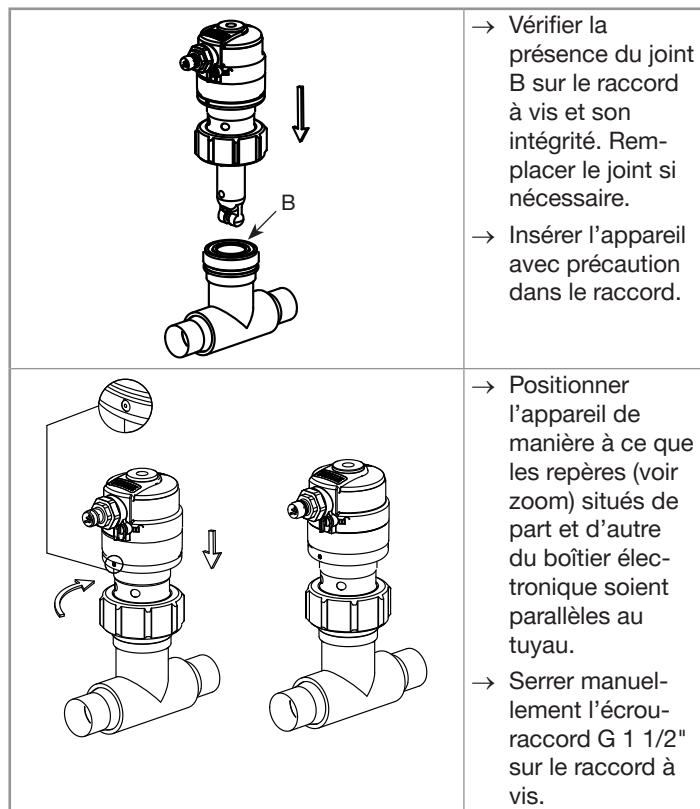

Fig. 10 : Installation de l'appareil sur un raccord
- Installer l'appareil sur le raccord (voir Fig. 10).
- Positionner l'appareil de manière à ce que les repères (voir zoom en Fig. 10) situés de part et d'autre du boîtier électronique soient parallèles à la conduite.